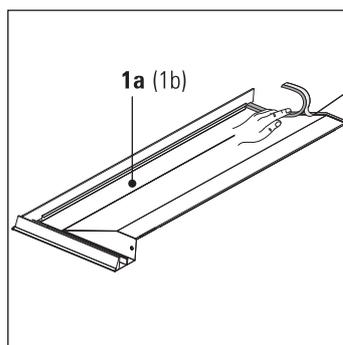

Fig. 3-51 Étape 10
10. Préparation des tôles supérieures de couverture (1a et 1b). Pour cela coller les rubans adhésifs à mousse synthétique livrés sur le bord pouvant choquer de la tôle de recouvrement suivante (fig. 3-51).